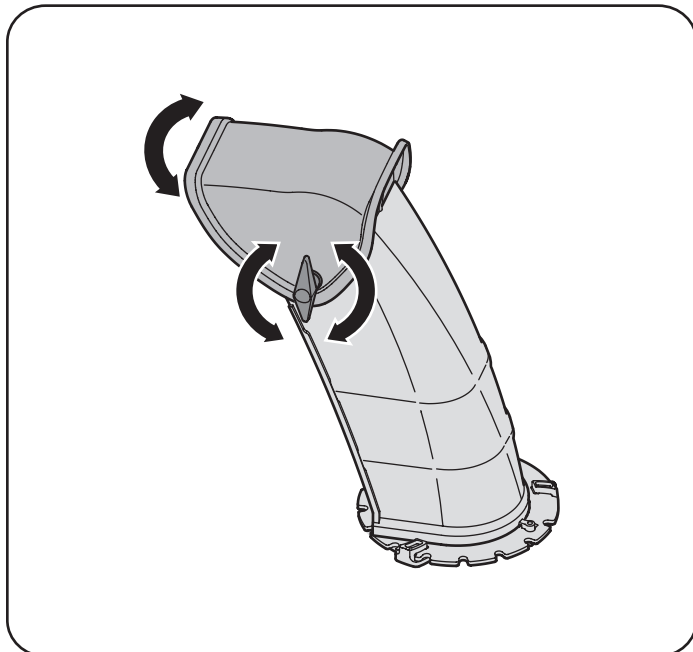

Figura 14
2. Gire el canal hacia arriba o hacia abajo antes de apretar la perilla a mariposa. Vea la Figura 14.